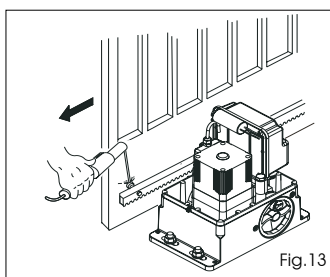

Fig.13
- 3) Leg het eerste stuk van de tandheugel vlak op de pignon, en las de pal met schroefdraad aan de poort, zoals te zien is op fig. 13.
Plaats de kabels in de kanalen volgens de aanwijzingen van fig. 13, en maak de elektrische verbindingen met de gewenste accessoires.